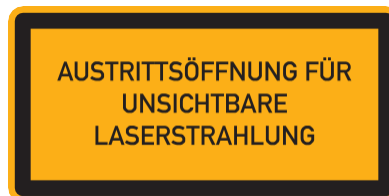

Abbildung 4.2.: AUSTRITTSÖFFNUNG-Aufkleber
1. Bringen Sie den Aufkleber aus Abbildung 4.2 auf Seite 18 gut sichtbar nahe an der Laseraustrittsöffnung des Scan-Kopfs an.